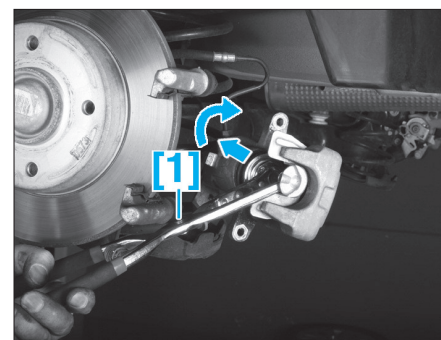

FIG. 8
- [1]. Outil permettant de repousser les pistons d'étriers (Fig.8).
- Repousser complètement le piston dans son logement à l'aide de l'outil [1] en le tournant dans le sens horaire (Fig.8).
- Repousser le piston dans son logement à l'aide de l'outil [1] en le tournant dans le sens horaire (Fig.8).
- Poser un écrou de moyeu neuf (2) (face et filets graissés).
- Après serrage, freiner l'écrou (2) à l'aide d'un chasse-goupille.